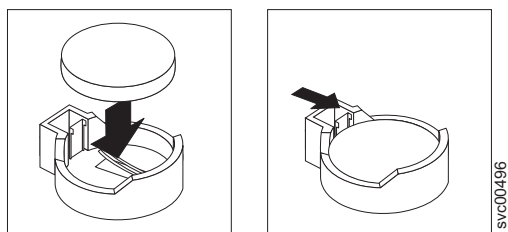

図 145. SAN ポリウム・コントローラー 2145-8A4 CMOS バッテリーの取り付け
- c. 図 145 に示すように、バッテリーを下に押し、所定の場所でカチッと音を立てるまでソケットに入れます。バッテリー・クリップがバッテリーを確実に保持するようにします。